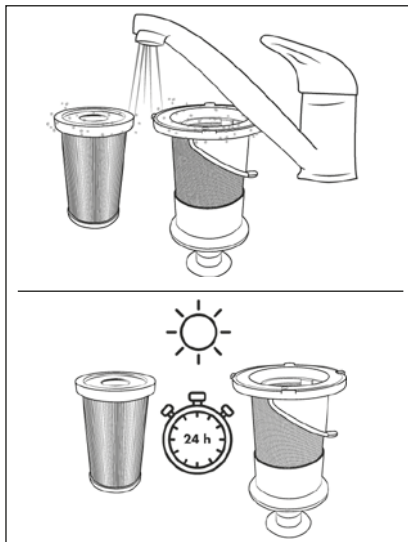

Fig. 20
- 5) Rincez le filtre HEPA ④ et le filtre en acier inoxydable ⑤ sous l'eau froide ou tiède. Laissez le filtre HEPA ④ et le filtre en acier inoxydable ⑤ sécher complètement à l'air avant de les replacer dans le bac à poussière ⑥ (voir fig. 20).
- ▶ Lors du nettoyage du filtre en acier inoxydable ⑤, faites attention à ne pas perdre la tubulure en caoutchouc située sur l'ouverture inférieure.